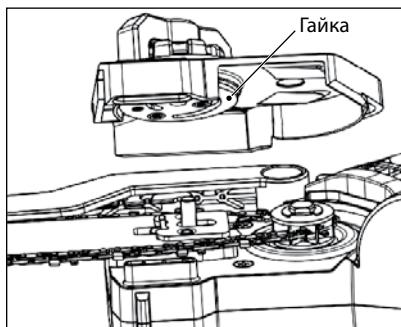

Рис. 4
- Совместите отверстие в шине со штифтом (рис. 4).